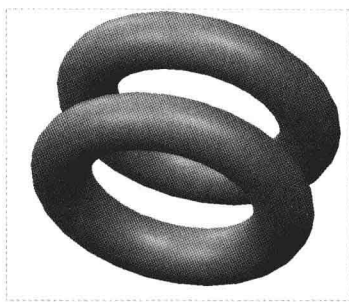

图 11-47 复制元件
Step 04 单击“应用并保存在工具中所做的所有更改，然后关闭工具操控板”按钮 ，即可复制元件，如图 11-47 所示。